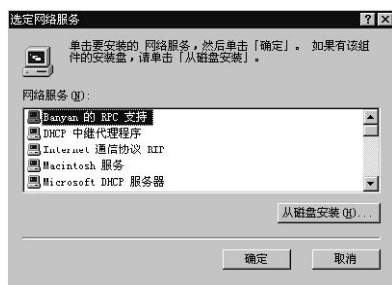

图1
在NTS4.0服务器上进行如下设置。①启动“开始/设置/控制面板/网络”;②选择“网络”对话框上方的“服务”标签,单击“添加”按钮;③在出现的图1所示“选定网络服务”对话框中,选择“网络服务”